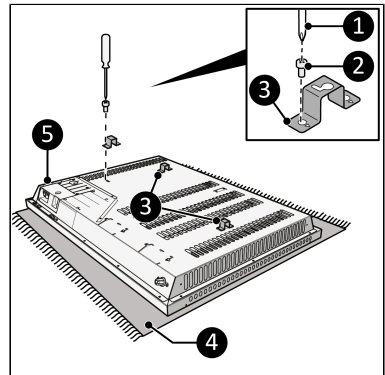

Abbildung 42.
8. Legen Sie das Gerät auf eine stabile weiche Oberfläche (Abbildung 42, Pos. 4).
9. Schrauben Sie drei Halterungen (Abbildung 42, pos. 1) auf beiden Seiten des Hauptkörpers (Abbildung 42, pos. 5) mit einer kleinen Schraube (Abbildung 42, pos. 2) mit einem Kreuzschlitzschraubendreher (Abbildung 42, pos. 3) fest.